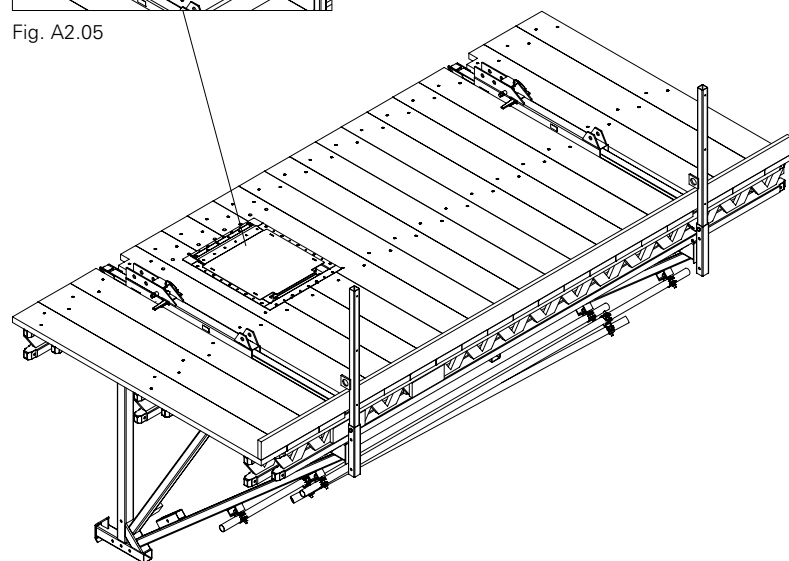

Fig. A2.06
- Atornillar el marco de la trampilla a los tablonos de la plataforma (aprox. 20 unid. TORX 6 x 40). (Fig. A2.06)